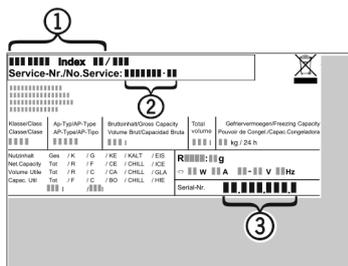

Fig. 11
► Denominación del aparato Fig. 11 (1), nº del servicio técnico Fig. 11 (2) y nº de serie Fig. 11 (3) en la placa de identificación. La placa de identificación se encuentra en la parte interior izquierda del aparato.
- Informe al servicio postventa e indique el fallo, la denominación del aparato Fig. 11 (1), el nº del servicio técnico Fig. 11 (2) y el nº de serie Fig. 11 (3).